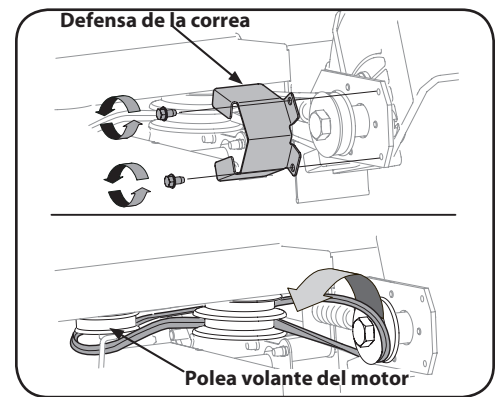

Figura 4-5
3. Retire la guarda de la correa de las poleas del husillo sacando los dos tornillos autoroscantes que la sujetan al montaje de la placa de la cuchilla. Vea la Figura 4-5.
4. Cuidadosamente retire la correa de las poleas, verificando una vez más la orientación de la correa. Descarte la correa. Vea la Figura 4-5.
- NOTA:** Asegúrese de que el lado "V" de la correa está asentado sobre la polea superior y que el lado plano de la correa está asentado sobre la polea inferior. Vea la Figura 4-5.